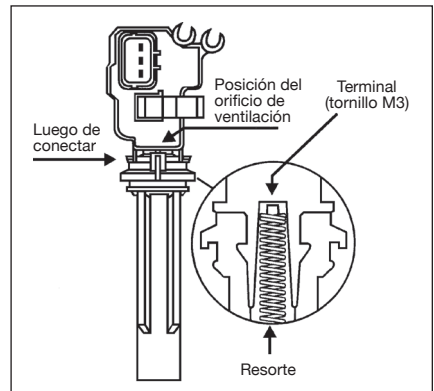

Figura 2
4. Luego de conectar la funda aislante a la bobina, coloque en posición el orificio de ventilación de la funda aislante. (Ver Figura 2)